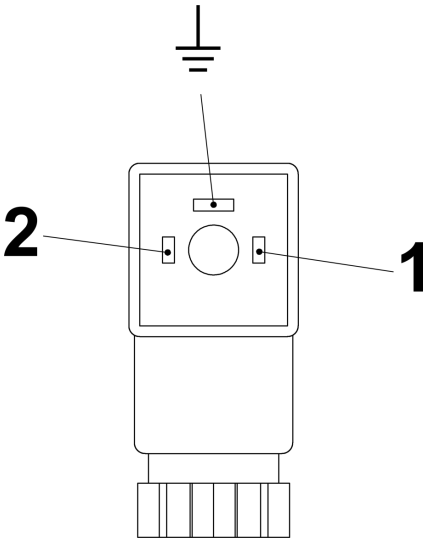
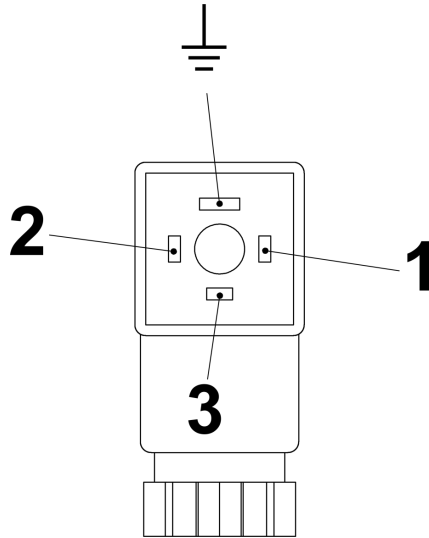

Abb. 26: Pin-Belegung Steckerdose Schließer (Form 15x50)
Abb. 27: Pin-Belegung Steckerdose Wechsler (Form 15x50)
6.  Anschluss gemäß den Anschlussbildern (Abb. 26 und Abb. 27) vornehmen